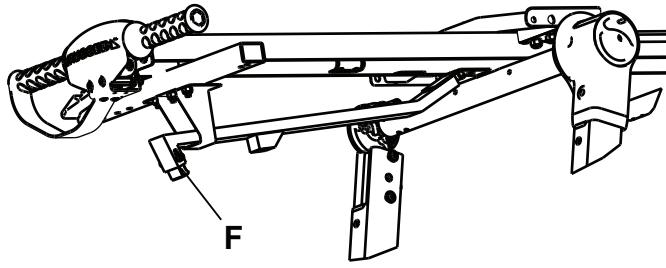

Figura 12 – Ajuste de la punta del gancho
2. Pruebe a descargar la camilla desde un vehículo para confirmar que el gancho de seguridad se conecta a la placa de enganche. Utilizando una llave Allen M5, ajuste la punta del gancho (F) como sea necesario para asegurarse de que el gancho de seguridad y la placa de enganche se conecten durante la descarga (Figura 12).